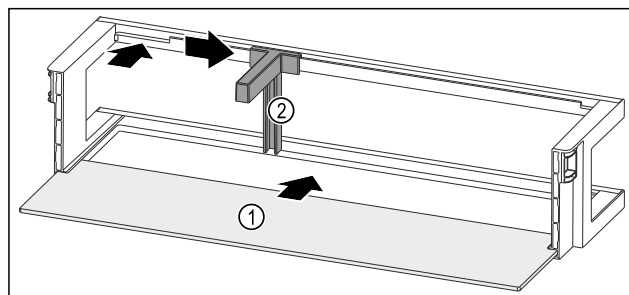

Fig. 89 Ajtópolc tárolólappal
- Tolja be a tárolólapot Fig. 89 (1) az oldalsó mélyedésekbe.
- Helyezze be a palacktartót Fig. 89 (2) a mélyedésbe.
- Tolja oldalra a kívánt pozícióba a palacktartót Fig. 89 (2).